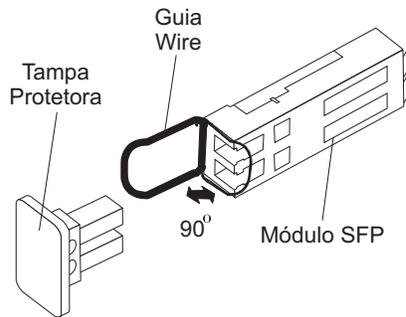

Figura 18. Destravando a Trava do Módulo SFP - Variedade Metálica
- Para módulos SFP que contêm guias metálicas, destrave a trava do módulo SFP puxando a trava metálica 90° para fora, conforme mostrado na Figura 18 na página 36.